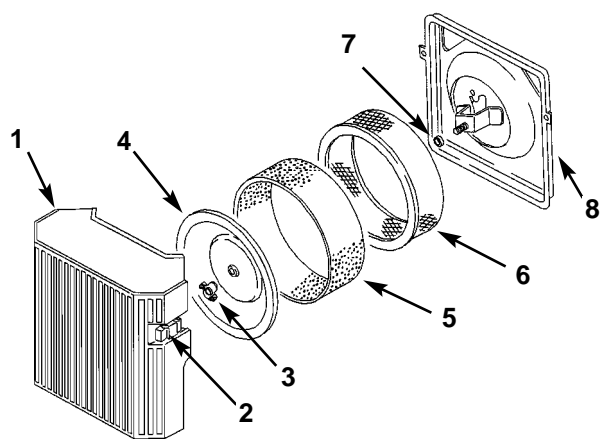

Figure 17
3. Pulite attorno al filtro dell'aria per impedire che lo sporco entri nel motore, danneggiandolo. Togliete la manopola e il coperchio del filtro dell'aria (Fig. 17).
4. Togliete delicatamente il filtro di spugna dal filtro di carta (Fig. 17)
5. Svitare il dado di gomma e togliete il filtro di carta (Fig. 17).
- 1. Mettete delicatamente il filtro di spugna sopra il filtro di carta (Fig. 17).
- 2. Inserite il filtro dell'aria al completo sull'asta lunga. Ora avvitate con le dita il dado del coperchio il filtro dell'aria (Fig. 17).
- 3. Montate il coperchio del filtro dell'aria e la manopola (Fig. 17).